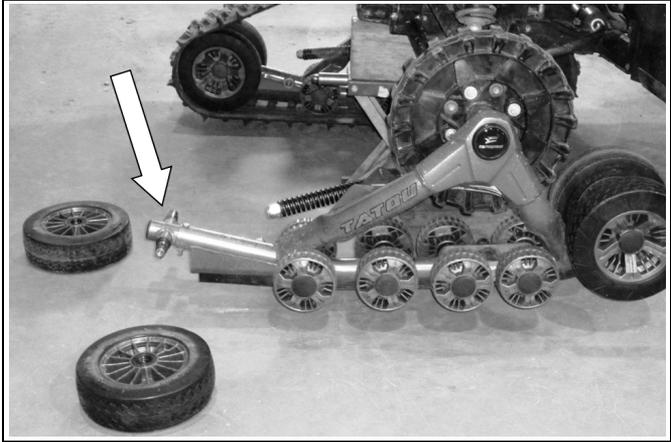

Figure 15
- Enlevez les deux roues de 255 mm vis-à-vis le tendeur de chenille (voir la Figure 15).